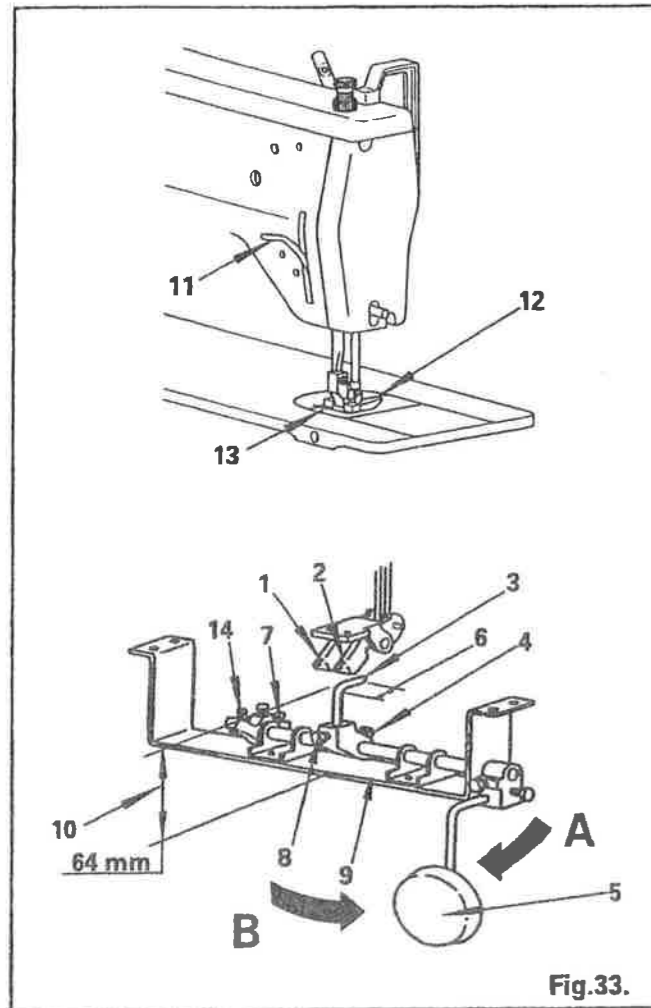

Fig.33.
Les leviers coudés (1) et (2) - fig.33 - sont fixés sur les côtés du plateau:
* le levier coudé (1) sert à augmenter ou à diminuer la hauteur du pied presseur avec le genou
* le levier coudé (2) sert à contrôler la largeur du point - voir fig.33 -.
Puis resserrer fermement la vis (4) - voir fig.33 -
puis, resserrer la vis de verrouillage (7) - voir fig.33 -
Lorsque la genouillère (5) est poussée dans la direction de la flèche - B -, le pied presseur (12) est relevé, et lorsque vous la relâchez, la hauteur du pied presseur est diminuée - voir fig.33 -
Las palancas (1) y (2) como se muestran en la Fig. 33 son fijadas a la parte de abajo de la cama.
La palanca (1) se utiliza para levantar y bajar el prensatelas con la rodilla y la palanca (2) se utiliza para controlar el ancho de la puntada (Ver Fig. 33).
Para levantar o baja el prensatelas con la rodilla, afloje tornillo (4) tomando el brazo del eje elevador de rodilla (3) colocándolo justo abajo de la palanca acodada (1), apriete firmemente el tornillo (4), (Ver Fig. 33).
Afloje el tornillo (7) y gírelo como se requiera, para que así la orilla doblada (6) del brazo del eje elevador de rodilla (3) esté casi en posición horizontal cuando el elevador de rodilla (5) es empujado lo más posible en la dirección indicada por la flecha (A). Después apriete firmemente la contra-tuerca. (Ver Fig. 33).
Con el brazo del eje elevador de rodilla (3) esté en posición como se ha indicado anteriormente, afloje tornillo (8) y mueva el brazo del eje elevador del rodilla (3) hacia arriba o abajo según se requiera, para que la altura (10) de la orilla doblada (6) al soporte (9) sea de 64 mm. (Ver Fig. 33).
Levante el prensatelas (12) con el elevador del prensatelas (11). Después afloje el tornillo (14) y gírelo según se requiera, para que cuando el elevador de rodilla (5) se empuje en la dirección indicada por la flecha (B), se detenga en un punto (prensatelas (12) levantado aproximadamente 9 mm de la superficie de la plancha-agujas (13)) donde el elevador de la barra del prensatelas (11) bajará de su posición alta cuando la barra del prensatelas es elevado un poco más de su posición normal. Después apriete firmemente la contra-tuerca. (Ver Fig. 33).
Cuando el elevador de rodilla (5) es empujado en la dirección indicada por la flecha (B), el prensatelas (12) se elevará y cuando el elevador de rodilla (5) se libera, el prensatelas (12) se bajará. (Ver Fig. 33).
Die die Schraube (7) haltende Kontermutter lösen und die Schraube (7) so drehen, daß das gebogene Ende (6) des Arms der Lüfterwelle (3) nahezu waagrecht ist, wenn der Knieschalter (5) bis zum Anschlag in die mit Pfeil A markierte Richtung gedrückt ist. Anschließend die Kontermutter gut festziehen (siehe Fig. 33). Befindet sich der Arm der Lüfterwelle (3) in der o.g. Stellung, die Schraube (8) lösen und den Arm der Lüfterwelle (3) so nach oben bzw. unten verschieben, daß die Höhe (10) von seinem gebogenen Ende (6) zur Halterung (9) 64 mm beträgt (siehe Fig. 33).
Den Nähfuß (12) mit dem Stoffdrückerhebel (11) lüften. Anschließend die die Schraube (14) haltende Kontermutter lösen und die Schraube (14) so drehen, daß der Knieschalter (5) bei Drücken in die durch Pfeil (B) markierte Richtung an einem Punkt anschlägt (Nähfuß (12) ca. 9 mm über der Stichplatte (13)), an dem der Stoffdrückerhebel (11) aus seiner gelüfteten Stellung herabfällt, wenn die Stoffdrückerstange leicht höher als ihre normale Stellung gelüftet wird. Anschließend die Kontermutter gut festziehen (siehe Fig. 33).
Wird der Knieschalter (5) nun in die mit Pfeil (B) angegebene Richtung gedrückt, so hebt sich der Nähfuß (12) ab (siehe Fig. 33). Bei Loslassen des Knieschalters (5), senkt sich der Nähfuß (12) ab (siehe Fig. 33).
Bell cranks (1) and (2) shown in Fig. 33 are fastened to the underside of the bed. Bell crank (1) is used for lifting and lowering the presser foot with knee, and bell crank (2) is used for controlling the stitch width. (See Fig.33)
To raise or lower the presser foot with knee, loosen screw (4) holding the knee lifter shaft arm (3) and move knee lifter shaft arm (3) just under the bell crank (1), and firmly tighten screw (4). (See Fig.33)
Loosen the lock nut holding screw (7) and turn screw (7) as required, so that the bent end (6) of knee lifter shaft arm (3) will be almost horizontal when knee lifter knee plate (5) is pushed as far as it will go in the direction indicated with arrow (A), then firmly tighten the lock nut. (See Fig.33)
With knee lifter shaft arm (3) set in position as described above, loosen screw (8) and move knee lifter shaft arm (3) up or down as required, so that height (10) from its bent end (6) to bracket (9) is 64 mm. (See Fig.33)
Raise presser foot (12) with presser foot lifter (11). Then loosen the lock nut holding screw (14) and turn screw (14) as required, so that knee lifter knee plate (5) when pushed in the direction indicated with arrow (B), will stop at a point (presser foot (12) raised approx. 9 mm from throat plate (13) surface) where presser bar lifter (11) will drop down from its raised position when presser bar is lifted a little higher than its normal up position. Then firmly tighten the lock nut. (See Fig.33)
When knee lifter knee plate (5) is pushed in the direction indicated with arrow (B), the presser foot (12) will rise and when knee plate (5) is released, presser foot (12) will be lowered. (See Fig.33)
Die in Fig. 33 abgebildeten Winkelhebel (1) und (2) sind an der Unterseite der Grundplatte befestigt. Der Winkelhebel (1) wird zum Lüften und Absenken des Nähfußes mit dem Knie benutzt, während der Winkelhebel (2) zum Einstellen der Stichbreite dient (siehe Fig. 33).
Um den Nähfuß mit dem Knie zu lüften bzw. abzusenken, die den Arm der Lüfterwelle (3) haltende Schraube (4) lösen und den Arm der Lüfterwelle (3) genau unter den Winkelhebel (1) schieben, anschließend die Schraube (4) gut festziehen (siehe Fig. 33).